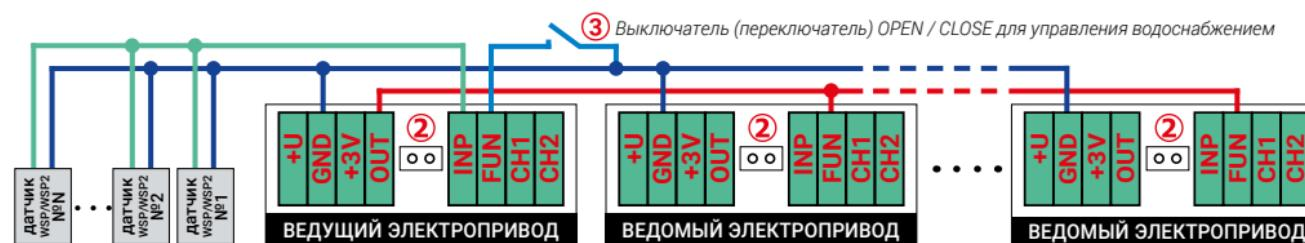

Рис. 1. Объединение в систему нескольких шаровых электроприводов из серий GIDROLOCK WINNER
В определённых случаях может возникнуть необходимость подключить к шаровому электроприводу GIDROLOCK WINNER другие электроприводы серии GIDROLOCK WINNER. Например, если в системе водоснабжения предусмотрено перекрывать холодную и горячую воду, то для решения такой задачи потребуется два и более устройства: один ведущий шаровой электропривод GIDROLOCK WINNER и несколько шаровых электроприводов GIDROLOCK WINNER в качестве ведомых (рис.1).
**ВНИМАНИЕ!** При подключении электроприводов серии GIDROLOCK WINNER по схеме ведущий – ведомые убедитесь в отсутствии установленных джамперов (2) во всех соединяемых электроприводах серии GIDROLOCK WINNER (рис. 1 и фото 6).
При объединении в систему нескольких электроприводов серии GIDROLOCK WINNER выключатель (переключатель) с фиксацией положения (фото 22-24) для дистанционного управления водоснабжением подключается к клемме FUN только ведущего шарового электропривода (3, рис.1).